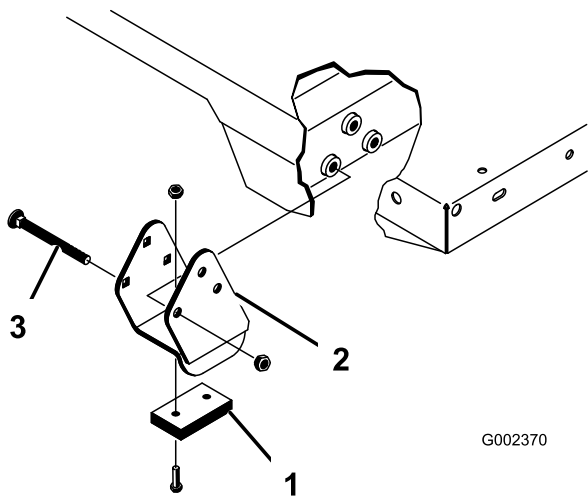

Figura 32
Certifique-se de que os suportes dos espaçadores e os bloqueios contra desgaste (Figura 32) foram instalados na cabeça das porcas no interior da máquina.
2. Coloque a plataforma com cuidado no chassis, alinhando os orifícios posteriores da placa articulada da plataforma com os orifícios do canal traseiro e coloque os 2 passadores de forquilha e pinos de sujeição (Figura 32).
4. Introduza o passador de forquilha na parte exterior da plataforma com o pino de sujeição virado para fora (Figura 32).